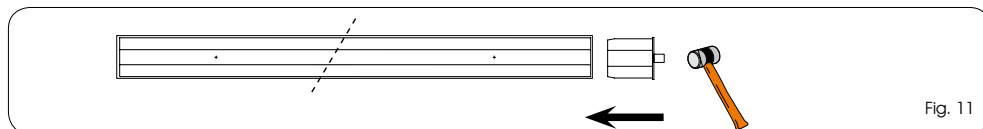

Fig. 11
Monter la calotte (Fig.1 réf.❸) directement sur le rouleau fixe (Fig.1 réf.❸). Voir figure 11